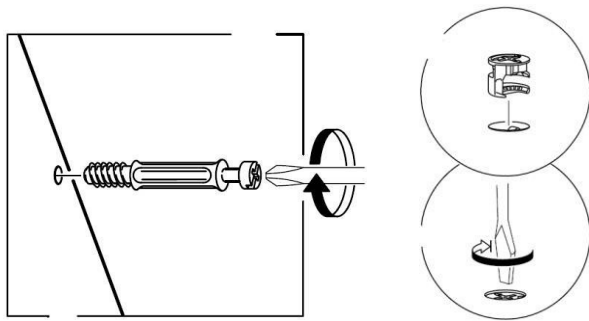
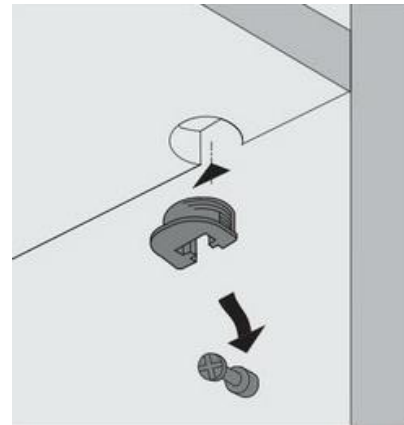

Рис. 1
Рис. 2
1. В горизонтальные щиты (20), (19), боковые стенки (17), (18) в имеющиеся отверстия установить эксцентрики таким образом, чтобы стрелка была повернута в сторону отверстия в торце.
В установленные муфты эксцентриковых стяжек на боковых стенках (17), (18), крышке (16) ввернуть дюбели DU 644, в соседние отверстия установить шканты (рис.1).
2. Установить монтажные планки петель на боковые стенки (17), (18) с помощью комплектных винтов.
3. Установить дюбели полкодержателей в требуемый ряд отверстий на боковых стенках (17) и (18). На полки (23) установить врезные полкодержатели (рис.2).